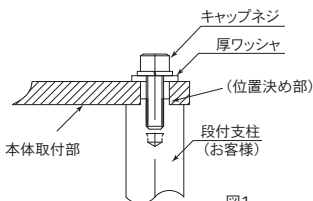

図1
- CPS124は本体の4ヶの取付穴φ10(0~+0.04)を使用します。取付例を図1に示します。取付には本体のカバーを外します。取付穴に軸を圧入しないでください。